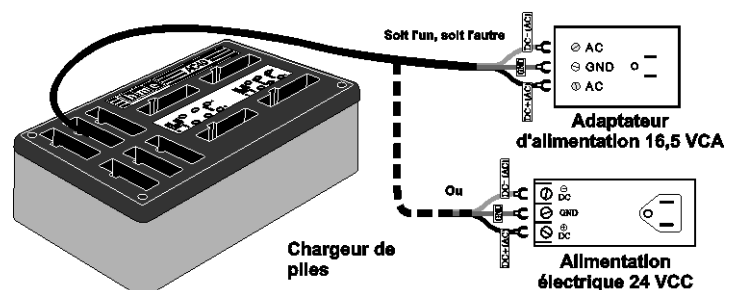
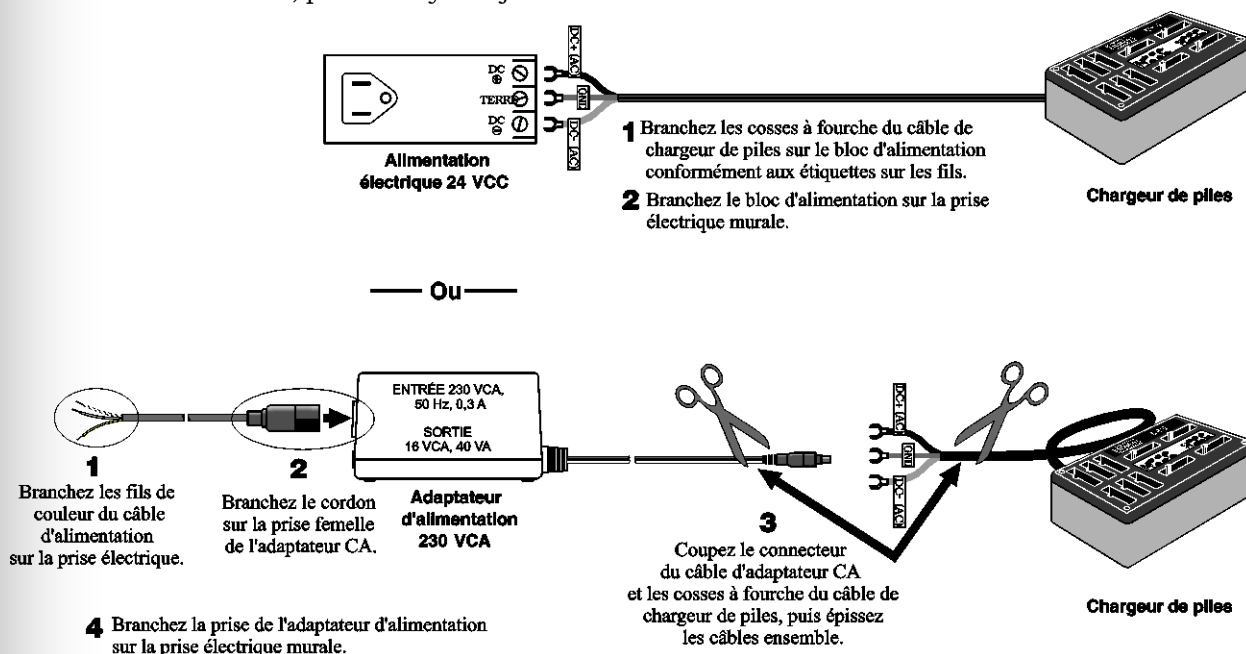

Figure 9. Connexion d'alimentation du chargeur de piles
Figure 10. Câblage de l'adaptateur de 230 VCA pour le chargeur de piles
- Branchez le câble du chargeur de piles sur l'adaptateur de tension de 16,5 VCA ou sur le bloc d'alimentation de 24 VCC, tel qu'illustré à la Figure 9.
- Connectez le câble de l'adaptateur du poste de base sur l'adaptateur de la même manière que vous l'avez fait pour le chargeur de piles, tel qu'illustré à la Figure 9, à la page 9. Si vous êtes à l'extérieur des États-Unis, reportez-vous aux connexions de l'adaptateur de 230 VCA illustrées à la Figure 10, à la page 10.